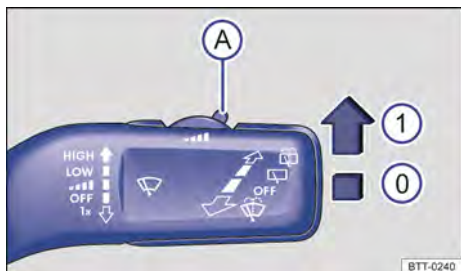

Fig. 118 Alavanca dos limpadores dos vidros: regular o sensor de luz e de chuva (A).
O sensor de chuva e de luz ativado controla automaticamente os intervalos dos limpadores dos vidros de acordo com a intensidade da chuva → **A**. A sensibilidade do sensor de chuva e de luz pode ser regulada manualmente com ajuda do interruptor → Fig. 118 (A).
Pressionar a alavanca para a posição desejada → Fig. 118: